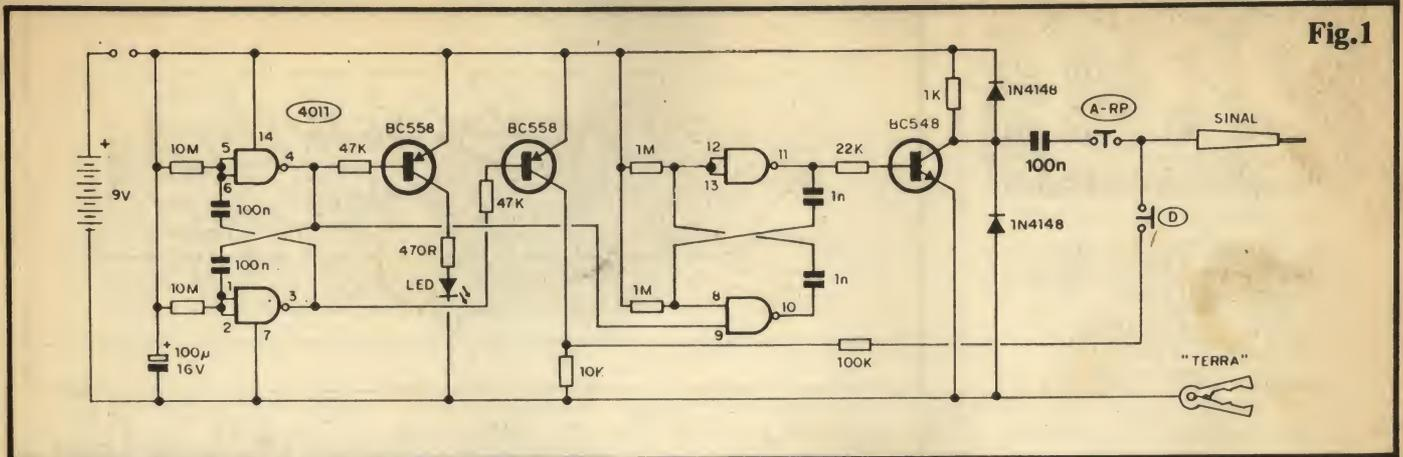

Fig.1
- FIG. 1 - O CIRCUITO - No núcleo ativo do sistema, o único Integrado C.MOS 4011 executa as principais funções... A oscilação responsável pelo sinal fundamental, em áudio, é gerada pelo FLIP-FLOP "simétrico" estruturado com os **gates** delimitados pelos pinos 8-9-10 e 11-12-13, auxiliados nos percursos de polarização e realimentação pelos dois resistores de 1M e dois capacitores de 1n... Devido ao "desenho em gangorra" desse ASTÁVEL, a forma de onda gerada é uma "quadrada simétrica", com "tempos" on e off praticamente idênticos... A Frequência básica assim gerada, situa-se na casa de 1 KHz, bem dentro da faixa de áudio na qual se convencionou analisar os circuitos que operem com tal tipo de sinal... Entretanto, a boa simetria, e o formato "quadrado" do sinal, enseja a geração de grande quantidade de **harmônicos** (múltiplos da Frequência fundamental), que atingem até centenas de MHz, ou seja: ampla faixa de RF, "chaveada" pela própria fundamental de áudio...! Dessa forma, não só sinais de áudio a 1KHz estarão presentes na Saída do bloco (pino 11 do 4011), mas também sinais aplicáveis a circuitos de rádios, desde AM (OM), até FM comercial, atingindo inclusive as elevadas zonas de VHF ocupadas pelos canais de TV convencionais! Notem ainda que, para perfeito "casamento" da impedância e nível dos sinais de Saída com os circuitos a serem provados, um **buffer** transisto-